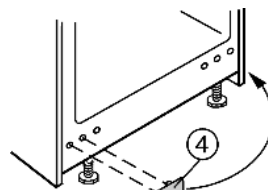

Fig. 4
▶ Retirer le cache Fig. 4 (4) et l'utiliser pour boucher les trous de fixation vides.